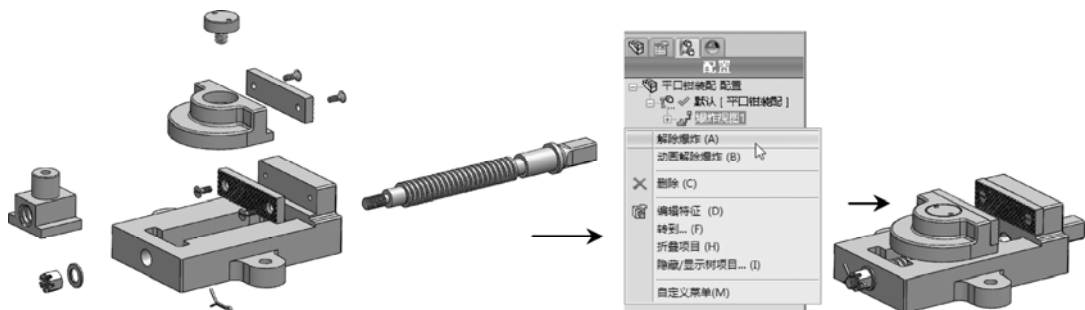

图 8-5 打开素材文件并取消爆炸状态
STEP 1 首先打开本文提供的素材文件“平口钳装配.SLDASM”，如图 8-5 左图所示，可发现此装配文件已经创建了爆炸视图，并处于爆炸视图状态，切换到 **ConfigurationManager** 选项卡，右击图 8-5 中图所示的项，选择“解除爆炸”菜单项，解除爆炸状态，效果如图 8-5 右图所示。